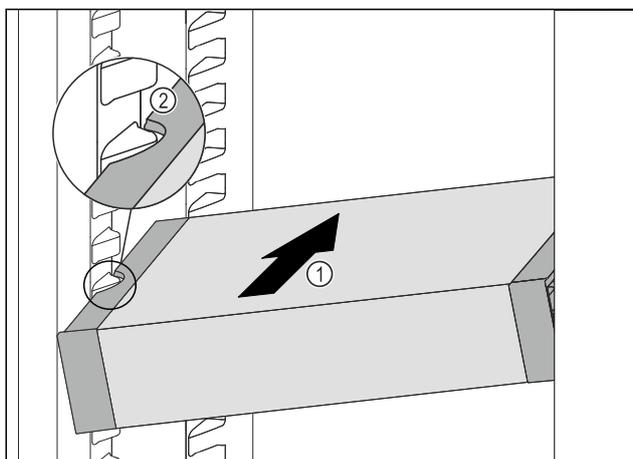

Fig. 52
- ▶ Inserire VarioSafe ad angolo nel vano frigorifero Fig. 52 (1) fino a quando le cavità laterali Fig. 52 (2) di VarioSafe non si trovano al livello della nervatura del contenitore nel vano frigorifero.